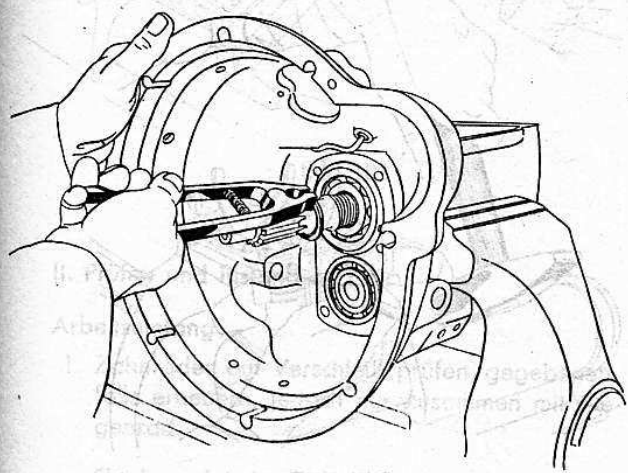

Bild 94
- 7. Sprengringe vom vorderen und hinteren Kugellager und von der Antriebswelle abnehmen (Wst 1214) (Bild 94).